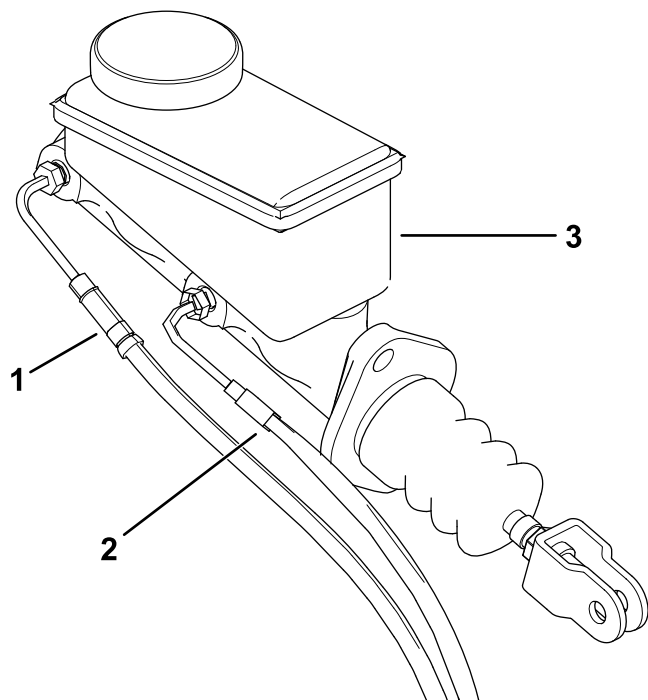

図 5
5. マスターシリンダから前と後のブレーキラインを取り外す 図 5。
3. マスターシリンダに前と後のブレーキラインを取り付ける 図 5。